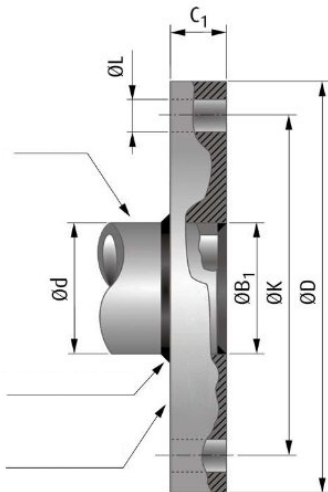

Figure 3
- Blind flange VI6093, illustrated in Figure 3;
- Brides pleines VI6093, illustrées à la figure 3 ;